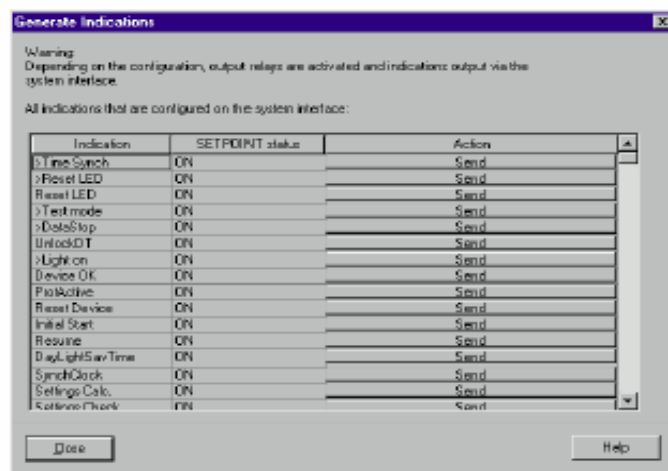

图3-21 对话框“generate indications”示例
- ☐ 双击列表中的 “testing message for system interface”，对话框 “generate indications” 打开（如图3-21所示）。